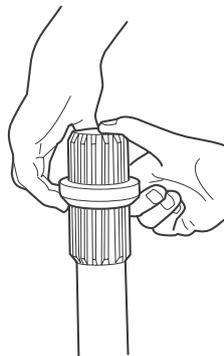

Figura 8.19
3. Remova o selo do eixo deslizante. Figura 8.19.